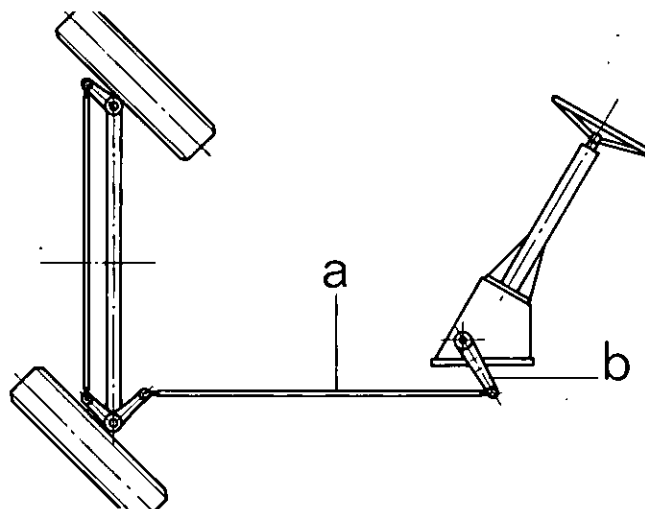

Fig. 146 - Schema del dispositivo di sterzo.
- scollegare il tirante (a) (Fig. 146) dalla leva (b);